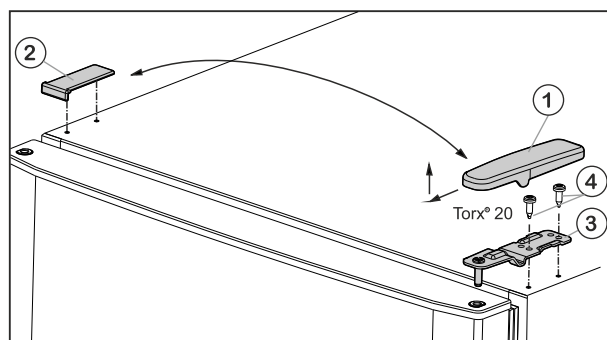

Fig. 6
- Retirer le cache Fig. 6 (1) par l'avant et le haut.
- Soulever le cache Fig. 6 (2).
- Dévisser le support de palier supérieur Fig. 6 (3) (2 fois Torx® 20) Fig. 6 (4) et le retirer par le haut.
- Placer le support de palier supérieur Fig. 6 (3) sur le nouveau côté de la charnière et dans la porte.
- Revisser le support de palier (**en appliquant un couple de 4 Nm**) (2 Torx® 20) Fig. 6 (4). Utiliser au besoin une visseuse sans fil.
- Replacer le cache Fig. 6 (1) du côté opposé par l'extérieur et l'enclencher.
- Replacer le cache Fig. 6 (2) du côté opposé par le haut et l'enclencher.